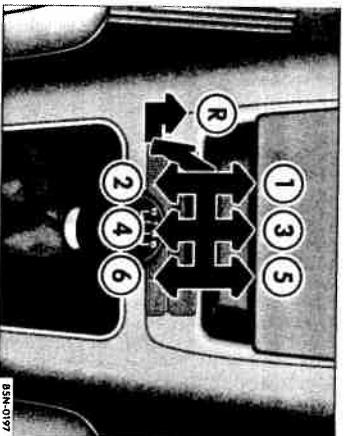

Fig. 2 Imagine din consola centrală: Schema de selectare la cufia manuală cu 6 trepte.
- Apăsati mânerul schimbătorului de viteze în jos și apoi împingeți-l spre stânga și în față, în poziția de marșarier ⇒ fig. 2 (R), conform diagramei.